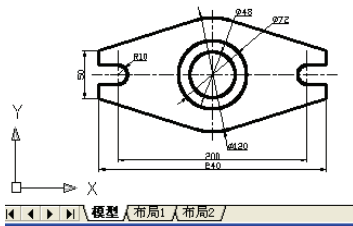
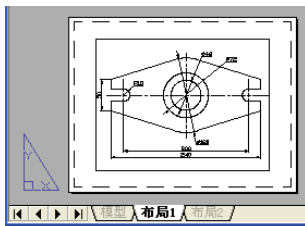

图 1-25 模型空间
图 1-26 图纸空间
**模型/图纸**开关——用于在模型空间和图纸空间之间切换。在一般情况下，模型空间用于图形的绘制，图纸空间用于图纸布局，方便输出控制。系统处于模型空间和图纸空间时显示的坐标系图标不同。控制进入模型或图纸空间，直接在状态栏**图纸**/**模型**按钮上点取或在绘图窗口下的“模型/布局”卡上点取。模型空间如图 1-25 所示，图纸空间如图 1-26 所示。